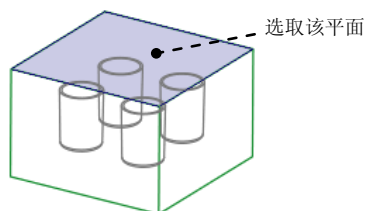

图 25.17 定义封闭环
④ 单击 **确定** **Done Refs (完成参考)** **Done/Return (完成/返回)** 命令，此时系统显示“封合”菜单。
(4) 定义封合类型。在“封合”菜单中选中 ☒ **Cap Plane (顶平面)** ☒ **All Loops (全部环)** 复选框，单击 **Done (完成)** 命令，此时系统显示“封闭环”菜单。
(5) 定义封闭环。根据系统 选择或创建一平面，盖住闭合的体积块。 的提示，选取图 25.17 所示的平面为封闭面，此时系统显示“封合”菜单。